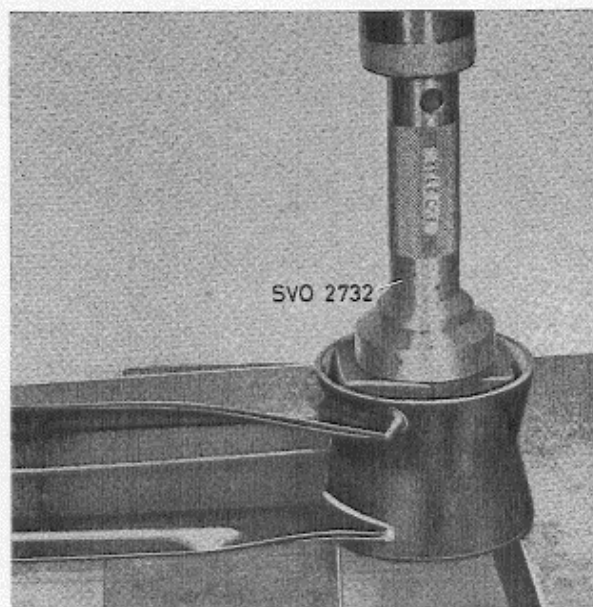

Fig. 7-10. Het verwijderen en (monteren) van de voorste bus, draagarm
4. Pers de voorste bus uit met SVO 2732. Smeer de nieuwe bus met olie in en pers hem met hetzelfde gereedschap overeenkomstig Fig. 7-10 in. Zorg ervoor dat de vlakke kanten van de bus in dezelfde stand, haaks op de draagarm staan (Fig. 7-10).